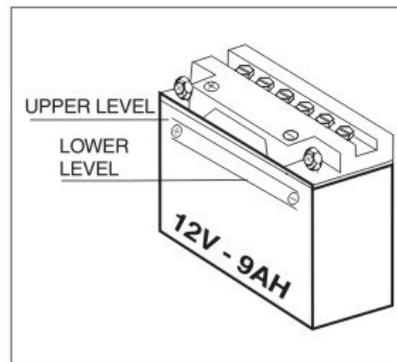

Fig. 40
6.1.1 Il livello di elettroliti deve sempre essere compreso nell'intervallo indicato sulla batteria. Normalmente un livello costante nell'intervallo specificato viene mantenuto per circa due mesi o circa 2000 km (Fig. 40).